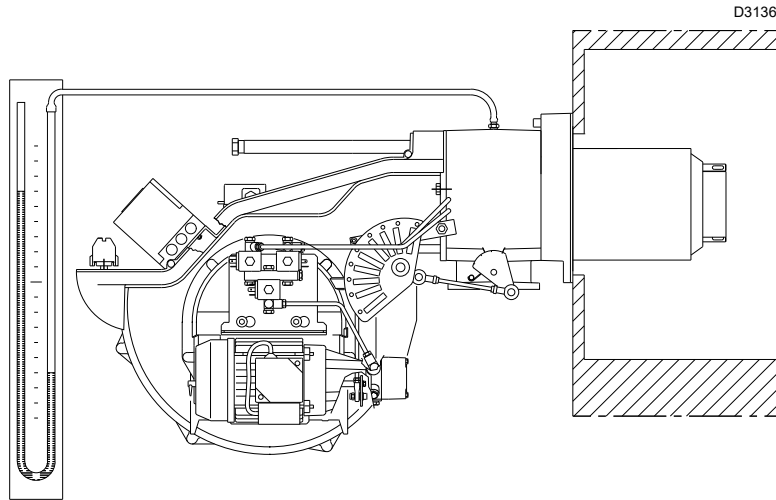

Abb. 33
- Ein U-Rohr-Manometer oder einen Differenzdruckmesser (Abb. 33) mit Anschluss (+) am Gasdruck der Muffe und (-) in der Brennkammer montieren.
Das U-Rohr-Manometer (Abb. 33) zeigt den Gaseintritt an der Muffe an.
Ein Richtwert kann der Tab. K auf Seite 27 entnommen werden. Es genügt, den Gasdruck auf dem U-Rohr-Manometer abzulesen, siehe Abb. 33 auf Seite 32 und den Anweisungen zu folgen.